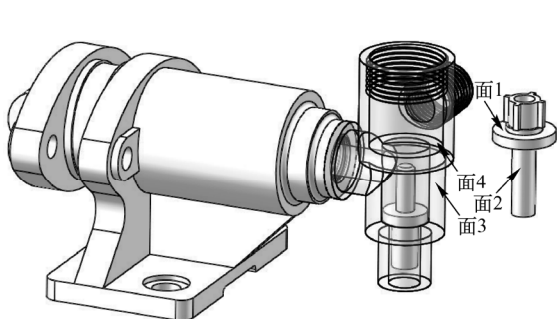
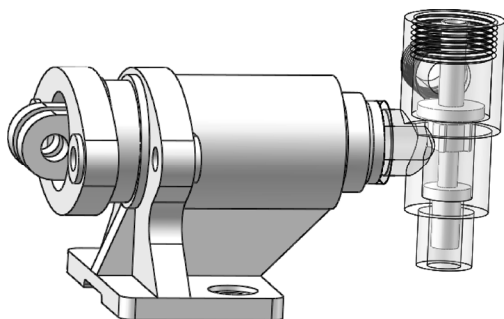

图 13-162 插入“上阀瓣”到装配体
图 13-163 配合后的图形 5
① 插入上阀瓣。选择菜单栏中的“插入”→“零部件”→“现有零件/装配体”命令，或单击“装配体”工具栏中的“插入零部件”按钮，在弹出的“打开”对话框中选择“上阀瓣”，将其插入到装配界面中，如图 13-162 所示。
② 添加装配关系。单击“装配体”工具栏中的“配合”按钮，选择图 13-162 中的面 2 和面 3，添加“同轴心”关系；选择图 13-162 中的面 1 和面 4，添加“重合”关系；单击“确定”按钮，完成上阀瓣的装配，如图 13-163 所示。